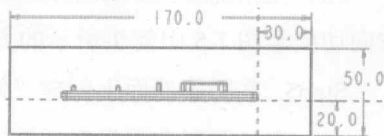

图 1.3 截面草图
(1) 在弹出的菜单管理器中选择 命令, 在弹出的菜单中选择  命令, 此时系统弹出拉伸操控板。
(2) 创建实体拉伸特征。
① 定义草绘截面放置属性。在绘图区中右击, 从系统弹出的快捷菜单中, 选择命令。系统弹出“草绘”对话框, 然后选择参照模型 MOLD_RIGHT 基准平面作为草绘平面, 选取 MAIN_PARTING_PLN 平面为参照平面, 方向为, 单击按钮, 至此系统进入截面草绘环境。
② 进入截面草绘环境后, 选取 MAIN_PARTING_PLN 基准平面和 MOLD_FRONT 基准平面为草绘参照, 绘制图 1.3 所示的截面草图。完成截面草图绘制后, 单击工具栏中的“完